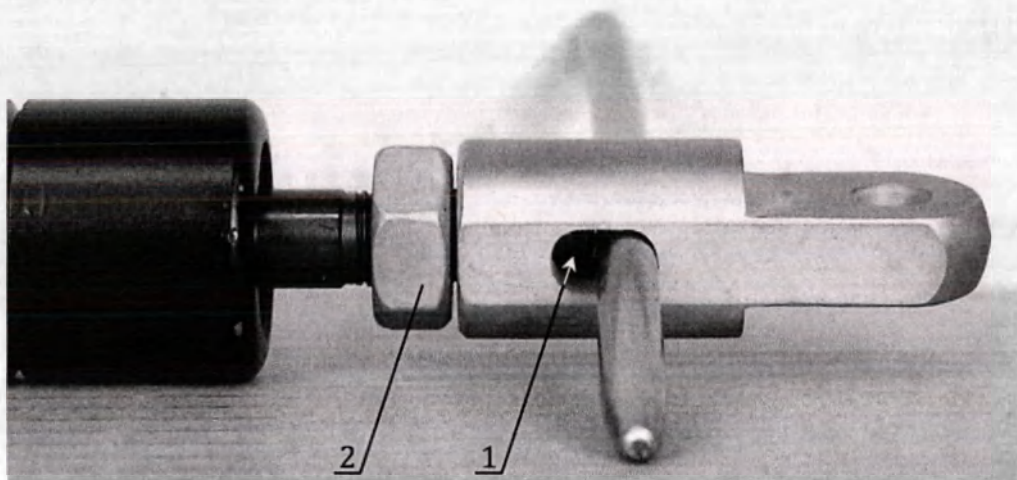

Рисунок 15. Регулировка газовых пружин.
12.5.2 Вставьте пруток 1 в паз головки (Рисунок 15) и вверните головку до соприкосновения с фиксатором пружины 1, затяните гайку 2.